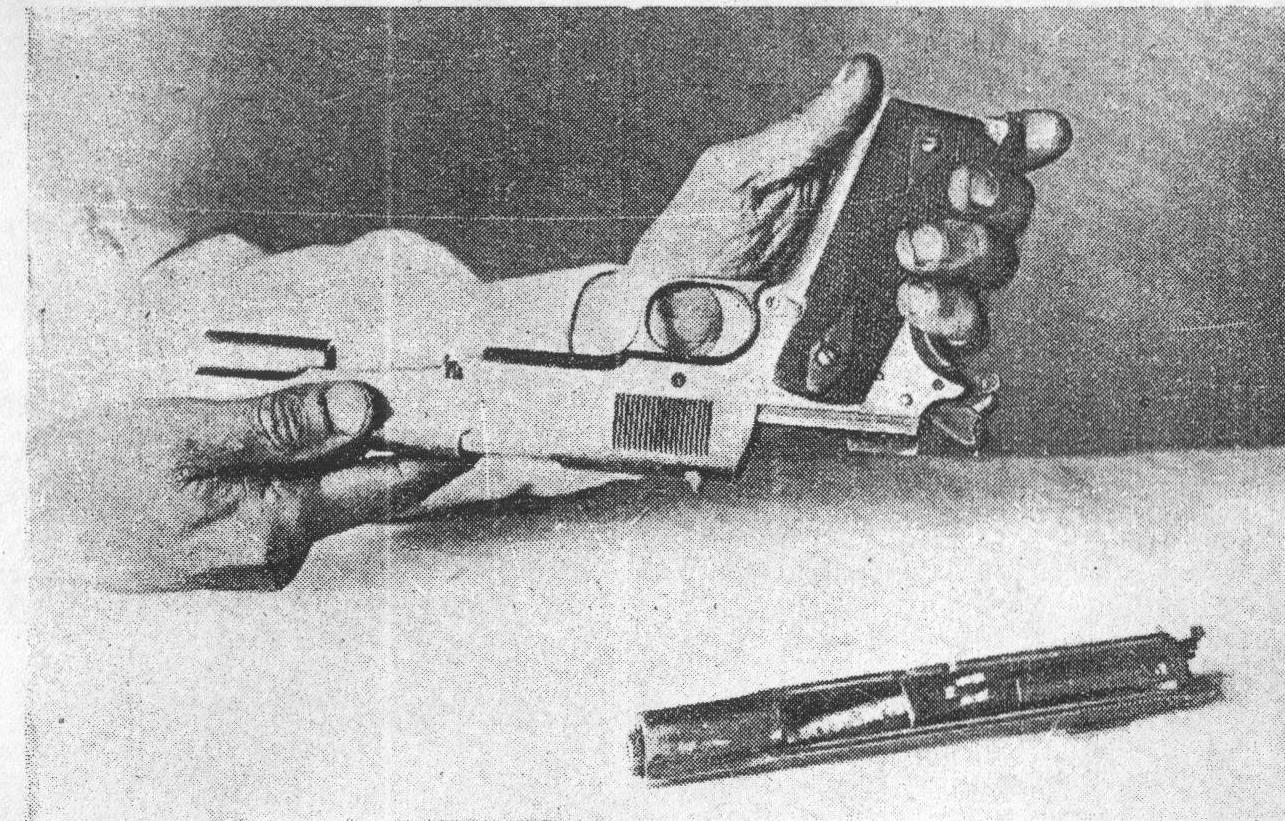

Рис. 11.
6. **Снять кожух-затвор со стволов и задним стержнем возвратной пружины с остова пистолета.** Поставить пистолет кожухом-затвором вниз и, держа пистолет в левой руке, правой рукой подать кожух-затвор вперед и снять его вместе со стволов и задним стержнем возвратной пружины (рис. 11).
двинув его пазами на соответствующие выступы остава пистолета (рис. 11).